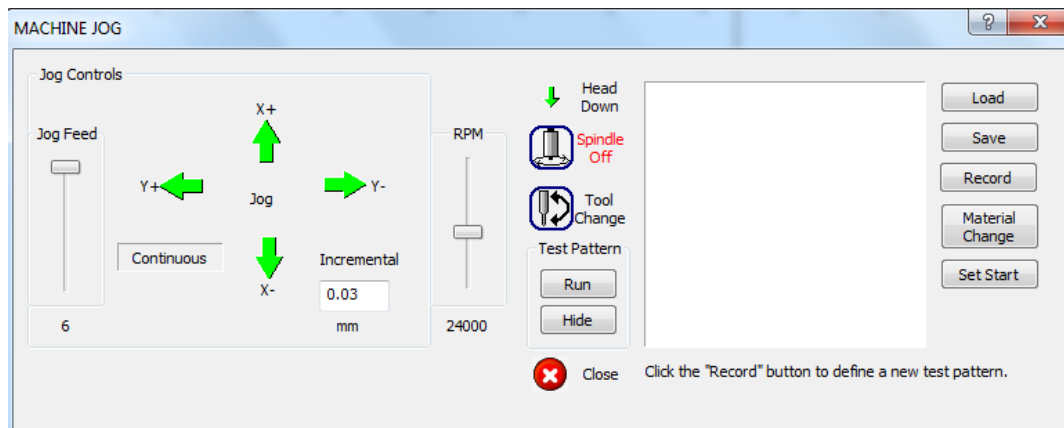

Figura 39. Interfaz de usuario Jog.
- ✓ Se despliega la interfaz de usuario que permite mover la máquina manualmente como se muestra en la figura 39.